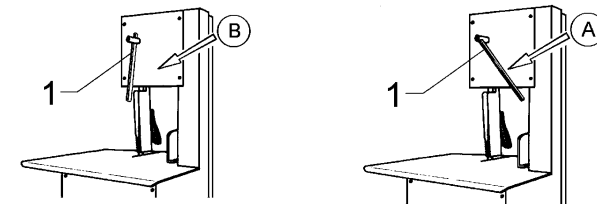

Abb. 7.6.1
7.6.1 - Sägeblattspannung (Abb. 7.6.1)
Die Messerspannung erfolgt mechanisch im Inneren der Knochensäge durch Betätigung des Hebels „1“. Mit dem Hebel in Position A wie auf Abb.7.6.1 dargestellt, ist das Messer gespannt. Zum Losspannen genügt es den Hebel nach unten zu drehen (Position B).
- Das Messer wie durch Pfeil „A“ angegeben einspannen (Abb.7.6.1)